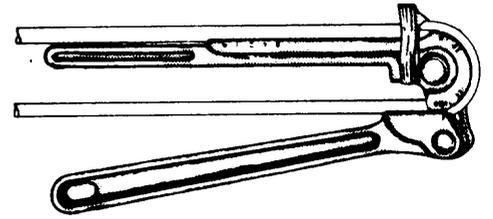

Fig. 1
a) Doblatubos de palanca (fig. 1).